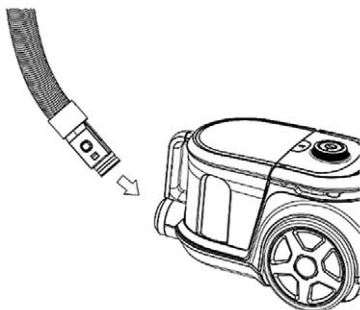

Fig. 1
1. **Fig.1:** Conectarea furtunului și a aspiratorului: